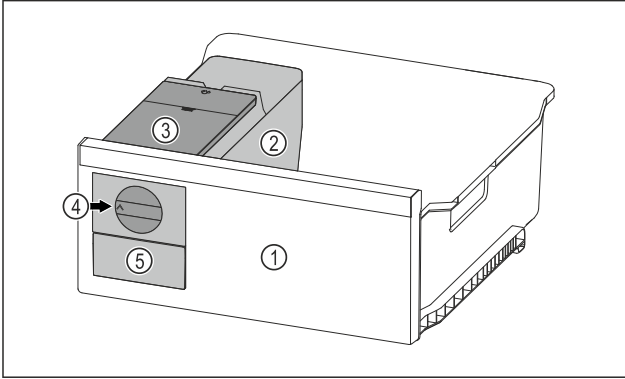

Fig. 70 Örnek gösterim
- ▶ Çevirmeli düğmeyi Fig. 70 (4) saat dönme yönünde sonuna kadar çevirin.
- ▶ Buz küpü kabındaki buz küpleri buz küpü çekmecesine Fig. 70 (5) düşer.